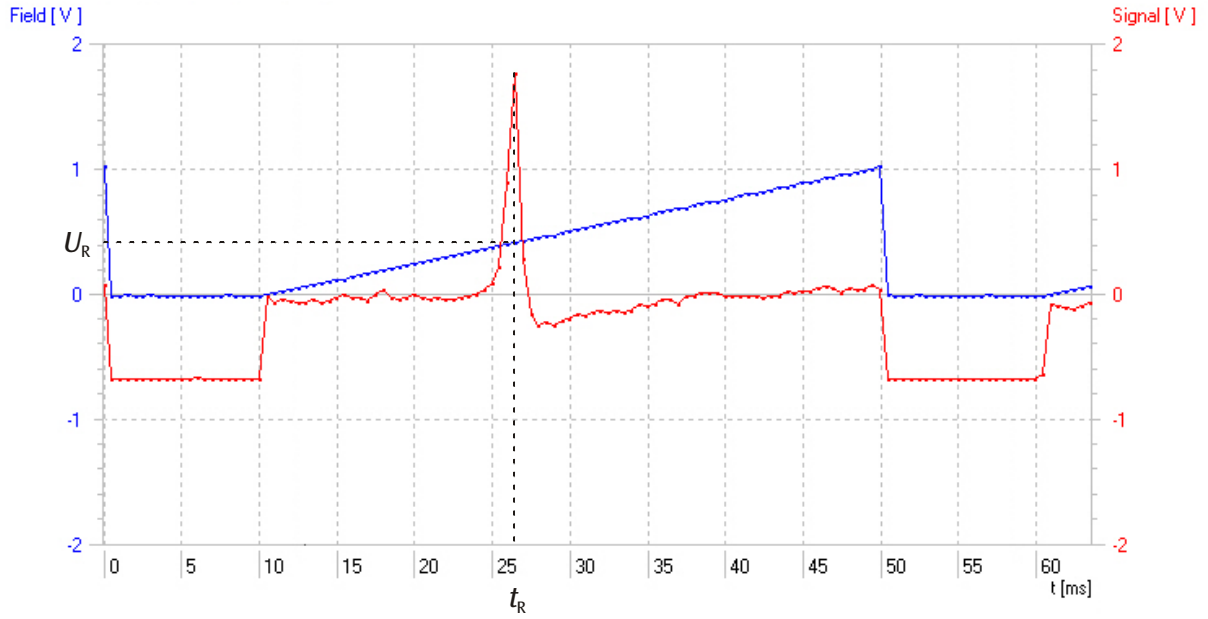

Fig. 6 Courbe du signal à 40 MHz (rouge: signal d'absorption comme fonction du temps, bleu: tension de bobine comme fonction du temps)
- Noter la tension de résonance des bobines U_R et la fréquence de résonance ν_R correspondante (cf. Fig. 6).